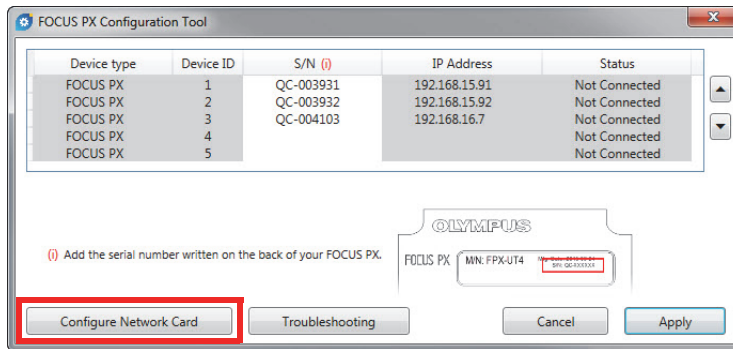

図 5-2 ネットワークカードの構成の開始
3. **[Configure Network Card (ネットワークカードの構成)]** をクリックします (図 5-2 ページの 21 を参照)。